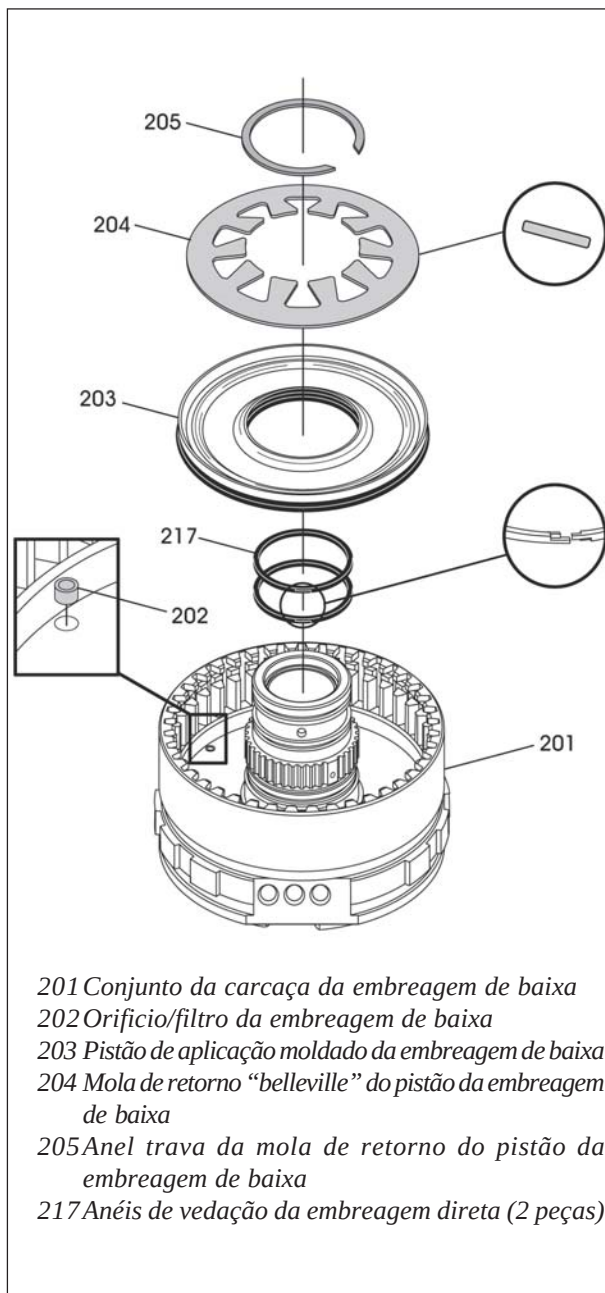

Figura 146
4. Instale novos anéis de vedação em suas ranhuras na carcaça da embreagem de baixa, conforme mostra a figura 146.
5. Certifique-se que o orifício calibrado/filtro esteja em seu lugar correto e lubrifique as superfícies de vedação da carcaça da embreagem de baixa e também do pistão de aplicação moldado da embreagem de baixa (Veja figura 146).
6. Instale o pistão de aplicação moldado da embreagem de baixa, conforme mostra a figura 146.
7. Instale a mola de retorno do pistão moldado na direção mostrada na figura 146.
8. Comprima a mola de retorno e instale o anel trava, conforme mostra a figura 146, e certifique-se que ela esteja completamente assentada.